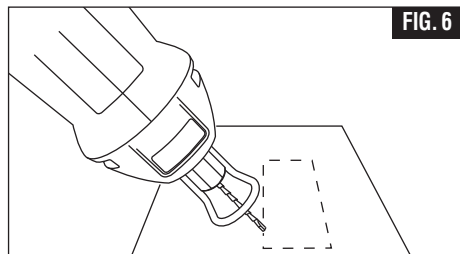

FIG. 6
**Étape 3 :** tout en continuant à tenir fermement l'outil, insérez l'embout dans le matériau à un angle de 45° (Fig. 6).